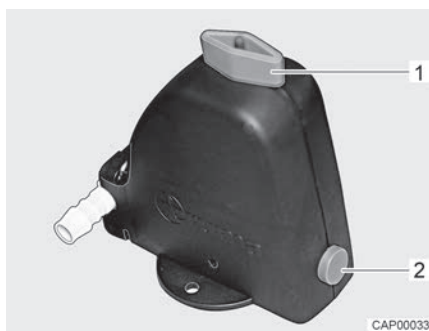
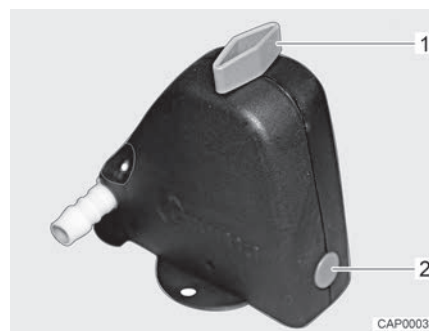

Fig. 190 Valve de sécurité et de vidange ouverte
Fig. 191 Valve de sécurité et de vidange fermée
- Fermer la valve de sécurité et de vidange. Tourner pour cela le bouton rotatif (Fig. 190,1) dans le sens transversal par rapport à la valve de sécurité et de vidange et enfoncer le bouton-poussoir (Fig. 190,2). La valve de sécurité et de vidange fermée est représentée à la Fig. 191. Lorsque la température descend en dessous de 6 °C, la valve de sécurité et de vidange ne peut pas être fermée.